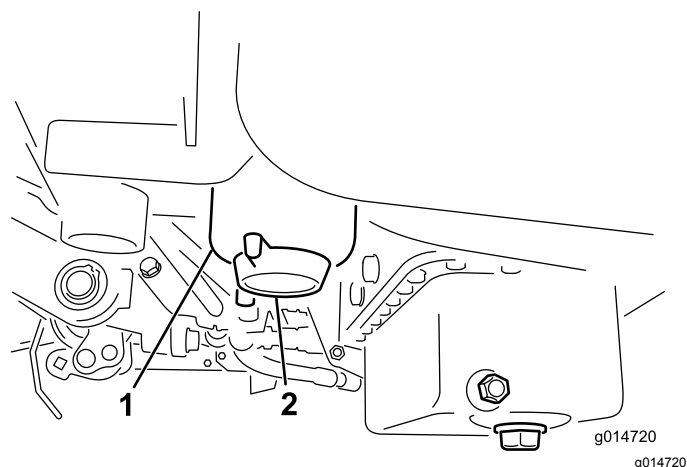

Figura 33
2. Pulite la superficie circostante la scatola del filtro (**Figura 33**).
4. Aprite il tappo di spurgo del filtro (**Figura 33**).